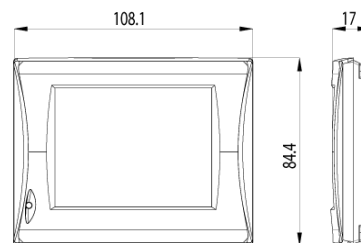

Рисунок 14 - Пульт управления
3.3.1 При подаче электропитания на вентиляционную установку прозвучит звуковой сигнал, оповещающий о готовности к работе, затем ВУ перейдёт в дежурный режим. Управление установкой осуществляется с пульта управления (Рисунок 14).